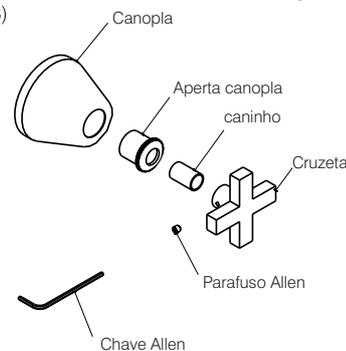

Fig.3
3. Por fim encaixe a **cruzeta** fixando-a com o **parafuso Allen**. (Fig.3)